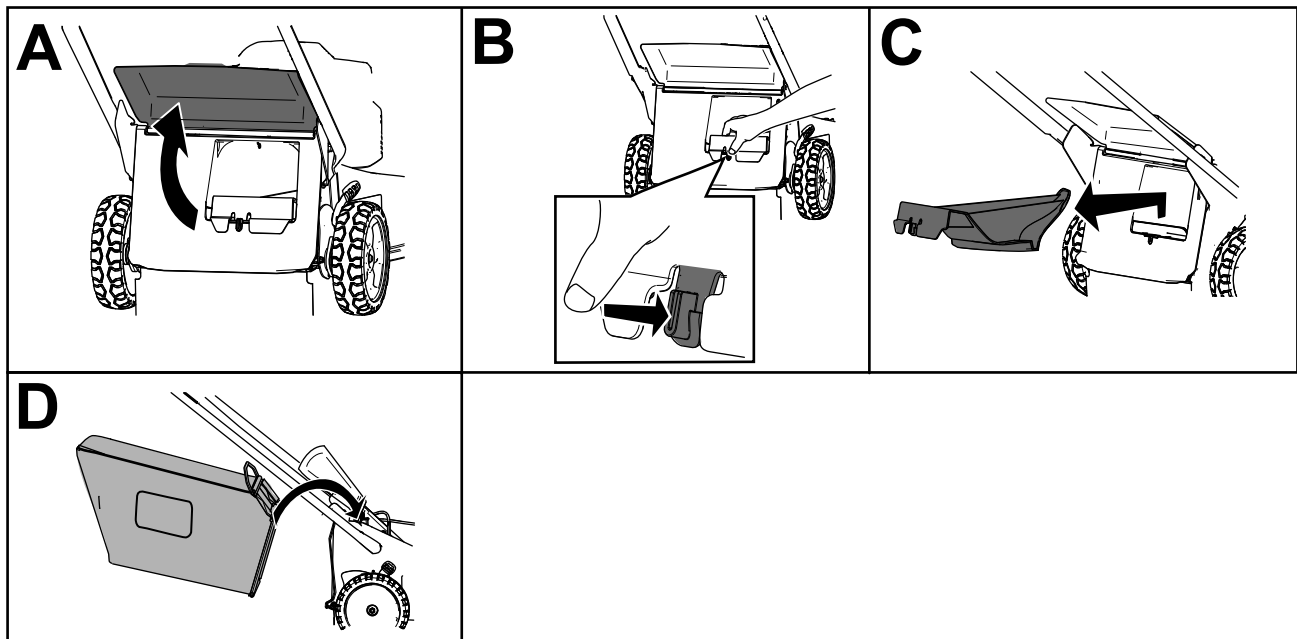

Bild 15
2. Heben Sie das hintere Ablenkblech an und halten Sie es hoch (A in Bild 15).
3. Drücken Sie zum Entfernen der Heckauswurfklappe mit dem Daumen auf den Riegel und ziehen die Klappe aus der Maschine (B und C in Bild 15).
4. Setzen Sie die Enden der Fangkorbstange in die Kerben an der Unterseite des Holms ein und bewegen den Fangkorb nach vorne und hinten, um sicherzustellen, dass die Enden der Stange richtig in den Kerben sitzen (D in Bild 15).
3. Nehmen Sie die Fangkorbstange am Fangkorb aus den Kerben an der Unterseite des Griffs (A von Bild 15).
4. Setzen Sie die Heckauswurfklappe ein (B in Bild 15).
5. Senken Sie das hintere Ablenkblech ab (C in Bild 15).